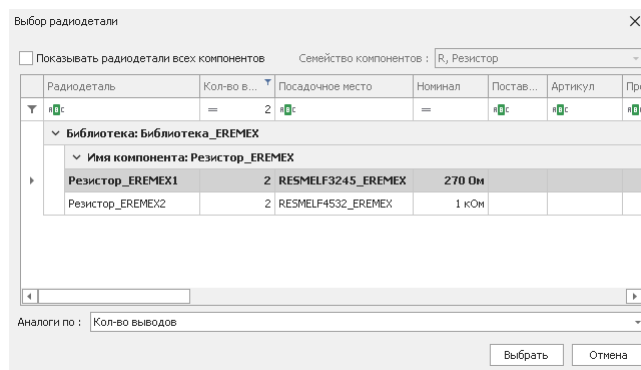

Рис. 91 Окно "Выбор радиодетали"
2. Выбрать радиодеталь в окне «Выбор радиодетали», см. Рис. 91.